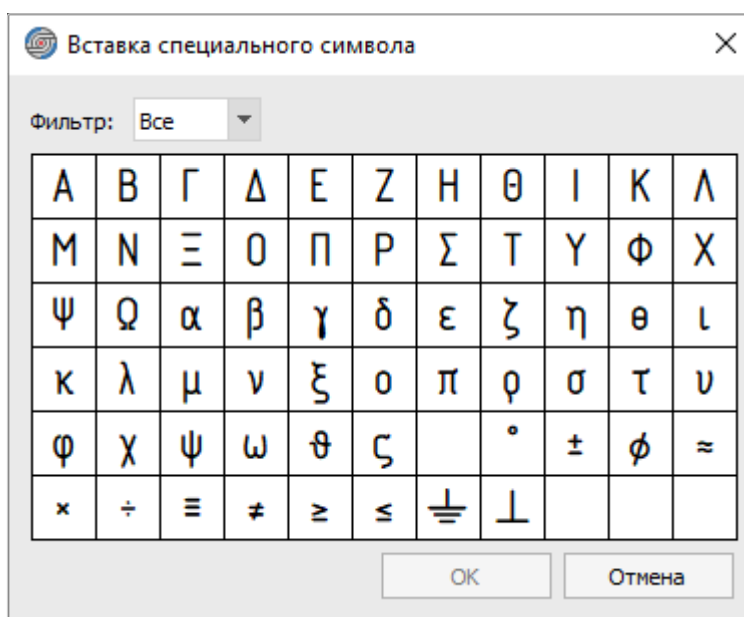

Рисунок 222. Диалоговое окно «Вставка специального символа»
- «Вставка специального символа» — в открывшемся диалоговом окне «Вставка специального символа» (см. рисунок 222) щелкнуть по нужному символу. Нажать на кнопку ОК для вставки символа или кнопку «Отмена» для закрытия окна без вставки символа.